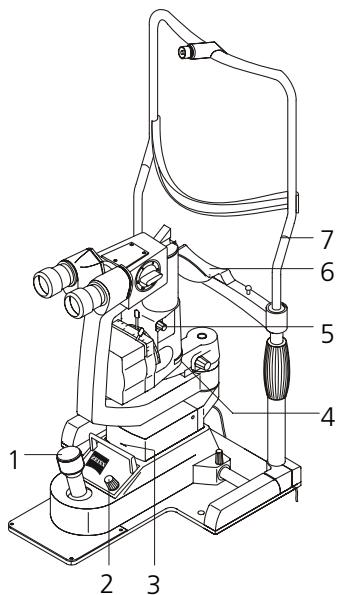

Abb. 23 Spaltlampe einstellen
- Danach stellen Sie mit dem Helligkeitsregler (**2**, Abb. 23) an der Instrumentenbasis die gewünschte Helligkeit ein. Am linken Anschlag des Reglers ist die Stromzufuhr unterbrochen. Durch Drehen erfolgt eine kontinuierliche Helligkeitsänderung. Rechter Anschlag entspricht maximaler Beleuchtungsstärke.
- Verstellen Sie die Kinnauflage (**6**, Abb. 23) in der Höhe, dass die Patientenaugen etwa in der gleichen Höhe liegen wie die roten Markieringe (**7**, Abb. 23).
- Stellen Sie durch Drehen des Koordinatensteuerhebels (**1**, Abb. 23) die Spaltlampe in die mittlere Höhenstellung, zu erkennen an der roten Markierung (**3**, Abb. 23).
- Die Wahl der Filter nehmen Sie mit dem Einstellrad (**4**, Abb. 23) nach Notwendigkeit vor.
- Für die regrediente Beleuchtung ist der Winkel zwischen Beobachtung und Beleuchtung möglichst klein zu wählen und die Beleuchtung mit dem Knopf (**5**, Abb. 23) geringfügig zu dezentrieren.